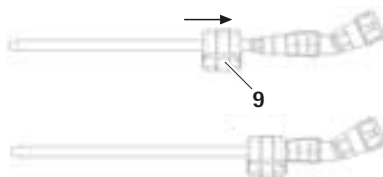

Fig. 3 Blocco da inserimento con graffa di bloccaggio premuta
- Tenere premuta la graffa di bloccaggio 9 del blocco da inserimento 4 e spingere quest'ultimo sopra al manipolo fresa 6, vedere Fig. 3.